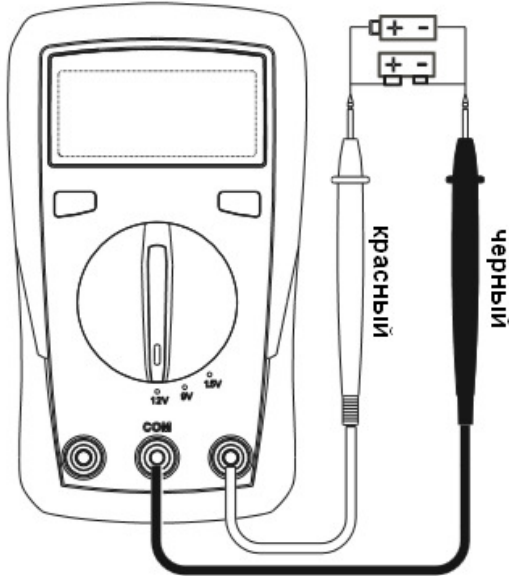

Рисунок 5
**8.8. Измерение напряжения батарей (доступно только в модели UT33B+) (см. Рисунок 5)**